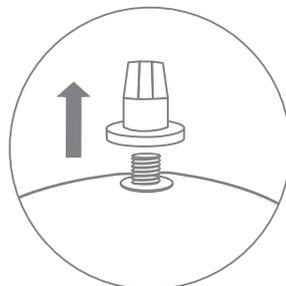

Рис. 19
3. Удалите транспортную заглушку (рис. 19), которая закрывает резьбовой штуцер подключения воды: в верхней части накопительного бака открутите транспортную заглушку против часовой стрелки.